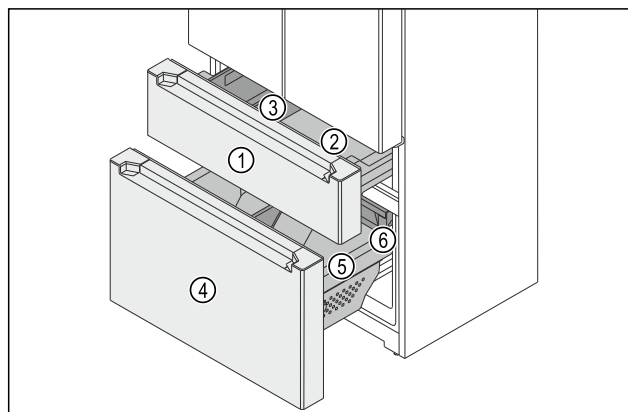

Fig. 148 Wózki wysuwane zamrażarki
- (1) Górny wózek wysuwny
- (2) Pojemnik
- (3) FlexBox
- (4) Dolny wózek wysuwny
- (5) Pojemnik
- (6) Szuflada
Zamrażarka składa się z dwóch wózków wysuwanych. W górnym wózku wysuwanym Fig. 148 (1) znajduje się pojemnik Fig. 148 (2) oraz FlexBox Fig. 148 (3). W dolnym wózku wysuwanym Fig. 148 (4) znajduje się duży pojemnik Fig. 148 (5) oraz szuflada Fig. 148 (6). Pojemniki można wyjąć z górnego i dolnego wózka wysuwanego w celu wyczyszczenia.